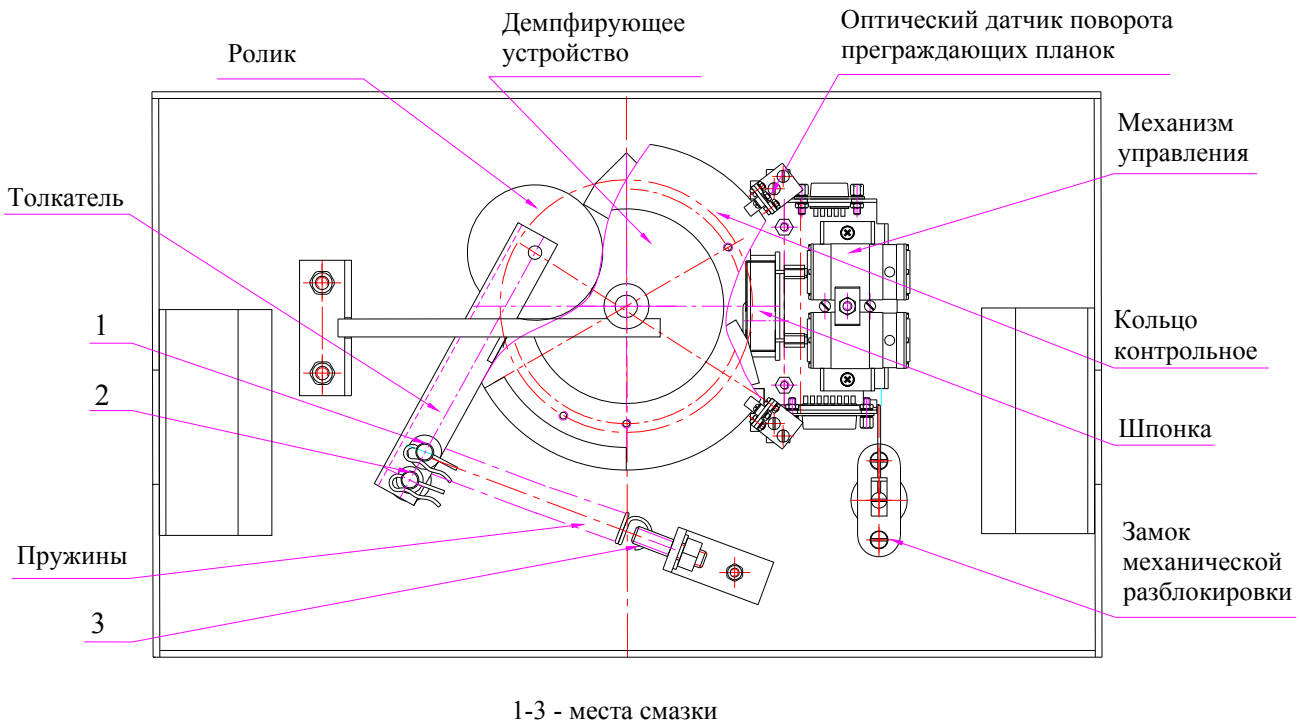

Рисунок 10 — Расположение внутренних деталей и узлов механизма ТВ01
- снимите крышку (3) в порядке, указанном в разделе 6;
- осмотрите устройство доворота (толкатель, пружины и ролик), оптические датчики поворота преграждающих планок и демпфирующее устройство (см. рисунок 10);
- механизмы секретности замка механической разблокировки (7) и замка крышки (4) со стороны замочной скважины;
- проверьте крепление преграждающих планок (5), для этого:
- отверните отверткой винт *M4x25* крепления крышки (6) и снимите крышку;